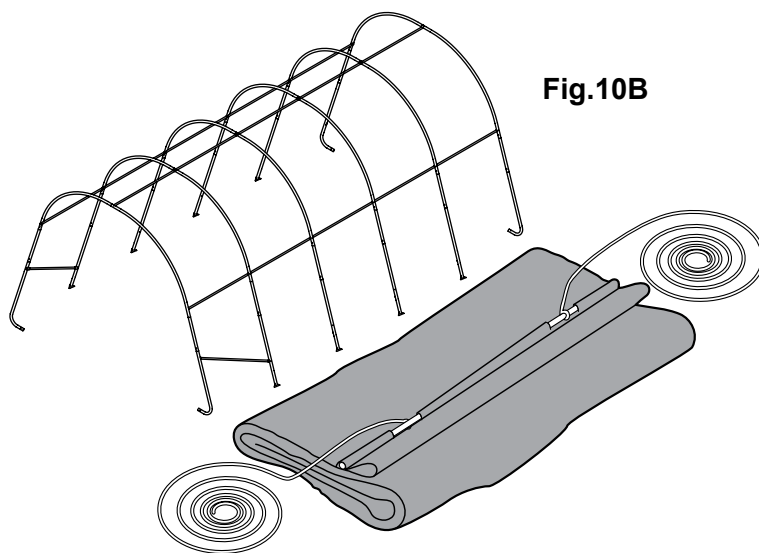

Fig.10B
**B.** Repliez le côté le plus proche de l'armature, de sorte que le fourreau pour tuyau soit accessible. Insérez un tuyau de toile à la première nervure centrale à partir de l'avant et à la première nervure centrale à partir de l'arrière, de sorte que les deux extrémités du tuyau soient insérées dans le fourreau et que le centre du tuyau soit exposé. Pour un abri allongé, il pourrait s'avérer nécessaire d'utiliser des tuyaux additionnels au centre (fig. 10B).